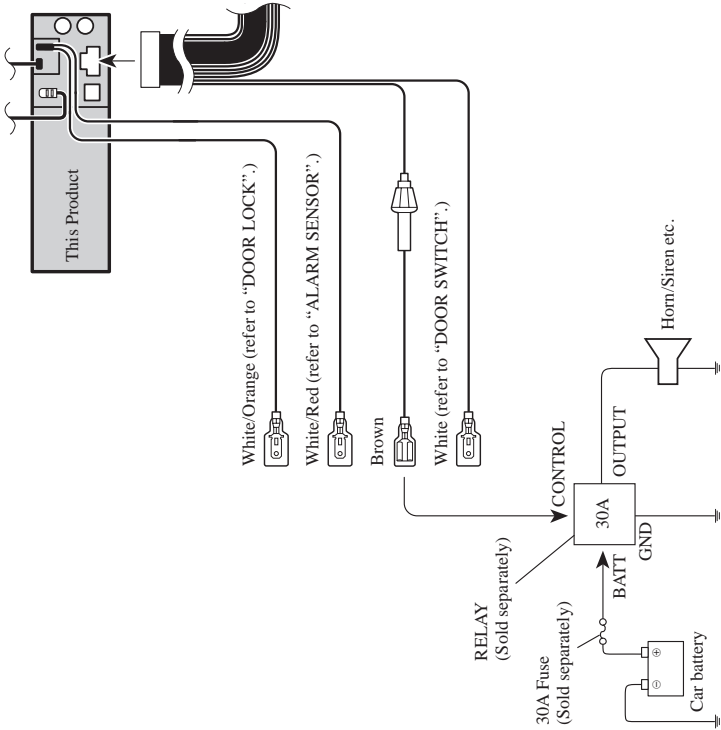

Fig. 31
- **Brown (ALARM OUTPUT)** (Fig. 31)